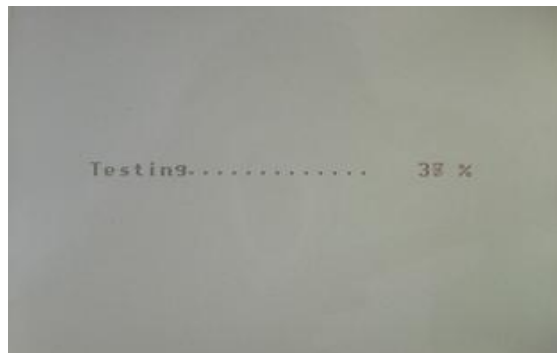

图 7 测试过程中
**测试：**调整方法同上，使光标指向“测试”，按确认进入测试，出现图 7 所示测量画面。